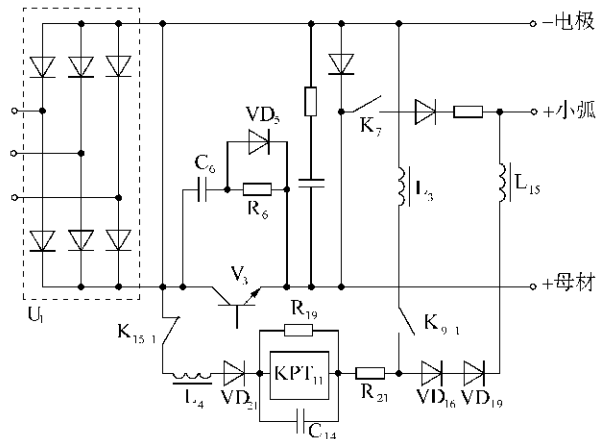

图 12-29 故障现象 3 的局部电路
c. 检查主电路 V_3 模块周围阻容过压吸收 C_6 、 R_6 、 VD_3 有无击穿或开路(见图 12-29)。(未完待续)
检查与分析: 如图 12-29 所示。初步判定切割机内形成保护, 关掉切割机控制电源开关, 打开机壳, 检查主电路, 没有发现异常。再次合电源开关, 合割枪开关 1 次, 观察线路板上各继电器动作情况, 发现线路板 P9400L 板上的保护继电器 KPT₁₁ 动作, 形成保护。